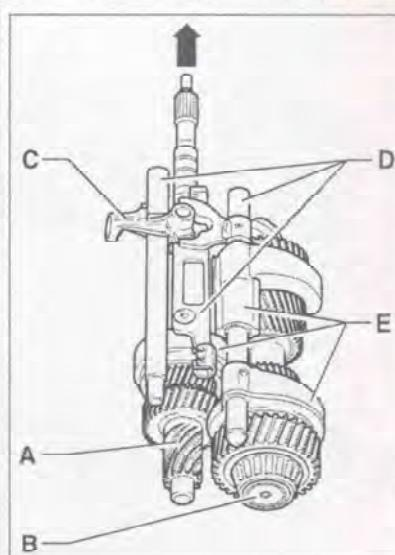

Рис. 7.62. Соберите вместе входной/первичный вал (A), выходной/вторичный вал (B), вал переключения передач (C), штоки и поводок (D) вилок включения передач (E).
15. Соберите вместе входной/первичный вал (A), выходной/вторичный вал (B), вал переключения передач (C), штоки и поводок (D) вилок включения передач (E) (рис. 7.62).